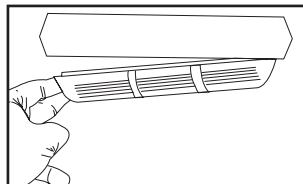

fig. 3
## Reemplazo de la Lámpara de Luz (fig. 3)
2. Retire la pantalla de plástico dentro del freezer presionando suavemente del lado izquierdo (ver fig 3)